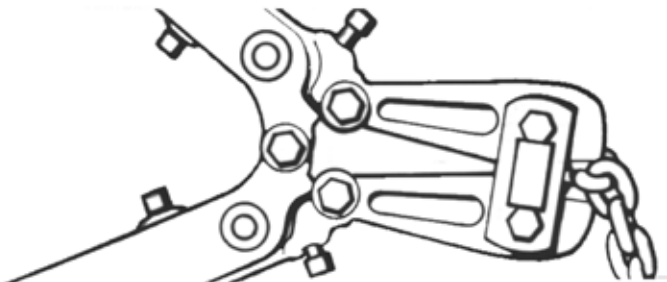

Figura 22. Corte de corrente com um cortador parafuso
- Utilize um cortador de parafusos (Figura 22) parecido com o H.K. Carregador sobre Rodas N° 0590MTC com mordentes cortadores especiais para cortar correntes endurecidas (1" (25,4 mm) de extremidade cortante)